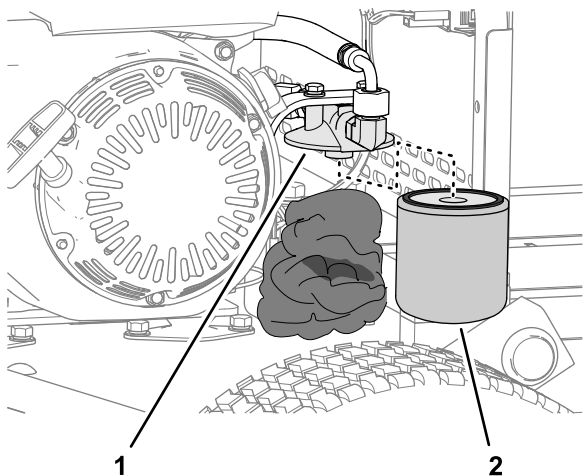

Figura 37
2. Coloque paños debajo del filtro hidráulico (Figura 37)
3. Retire con cuidado el filtro hidráulico (Figura 37).
5. Instale el filtro sobre el cabezal del filtro a mano (Figura 37) hasta que la junta entre en contacto con el cabezal del filtro y, a continuación, apriete el filtro 3/4 de vuelta más.